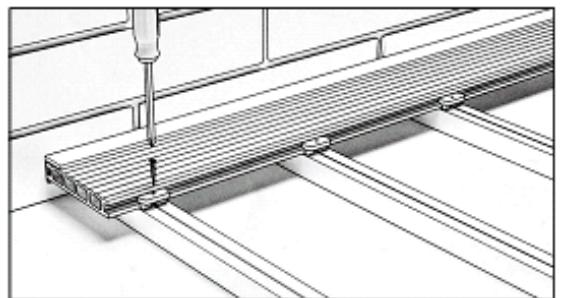

Рис. 10
**Укладка профиля:** С учетом всех необходимых отступов (см. выше), террасный профиль устанавливается перпендикулярно лагам и при помощи саморезов закрепляется к каждой опорной лаге через монтажную клипсу (рис. 10). При этом сначала клипсы только наживаются.